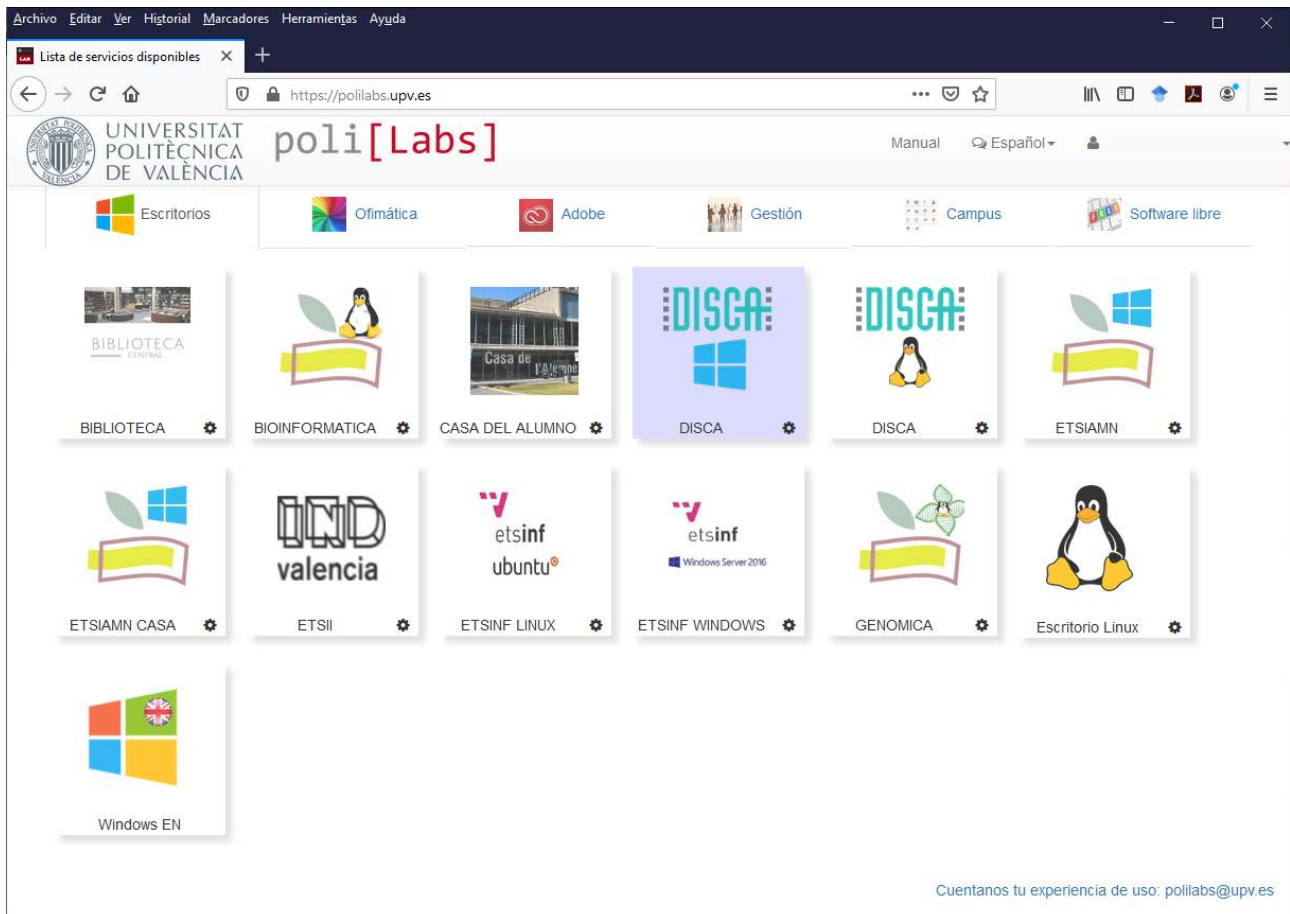

Figura 1. Ventana principal de PoliLabs.
- PC y programa de simulación PSpice para Windows. Existe una versión de estudiante en PoliformaT. También está accesible a través de PoliLabs (<https://polilabs.upv.es>). En la Figura 1 se puede observar la ventana principal de PoliLabs. Hay que seleccionar la ventana DISCA-Windows. Probablemente, la primera vez que la utilice tendrá que descargar e instalar un *plugin* (UDS).